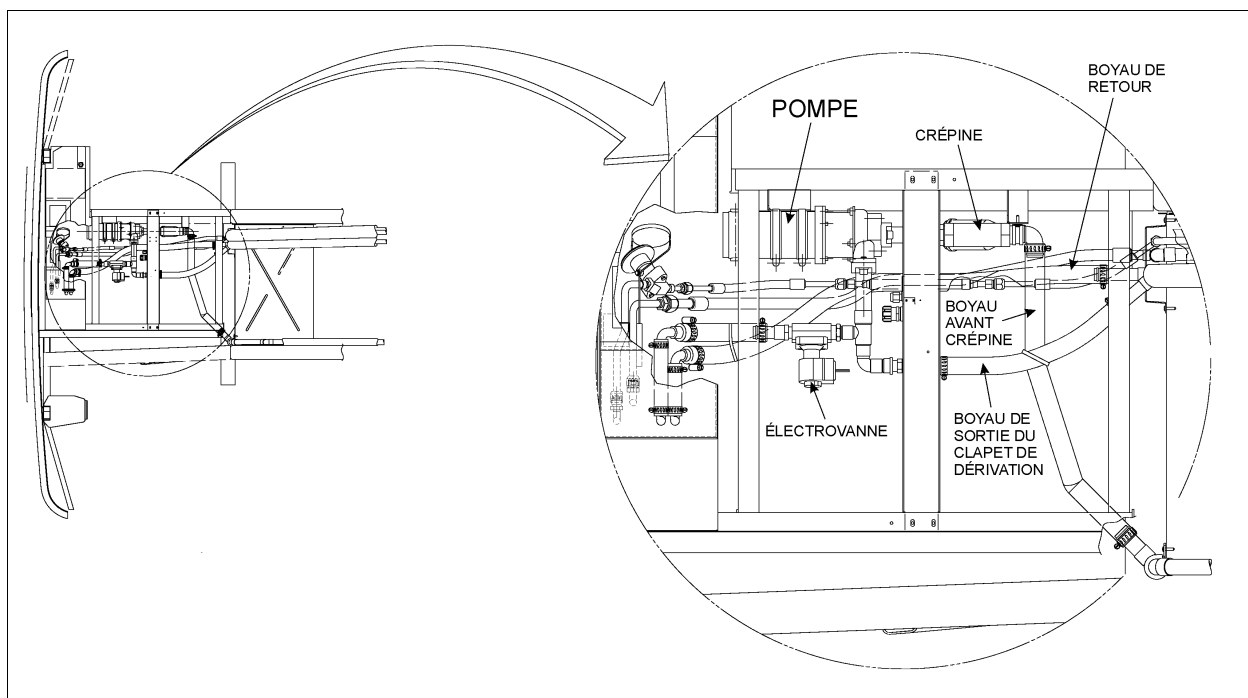

FIGURE 2
2. À l'aide de pinces-étau, comprimer les 3 boyaux flexibles suivants : boyau avant la crépine, boyau de retour et boyau de sortie du clapet de dérivation (voir figure 2)